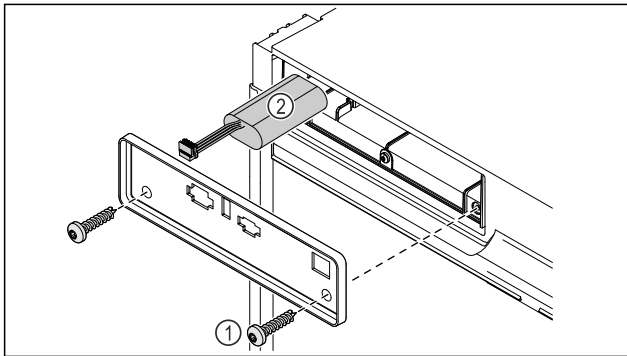

Fig. 231
- ▶ Vyšroubujte šrouby a odstraňte kryt na zadní straně spotřebiče Fig. 231 (1).
- ▶ Odpojte a vyměňte baterii Fig. 231 (2).